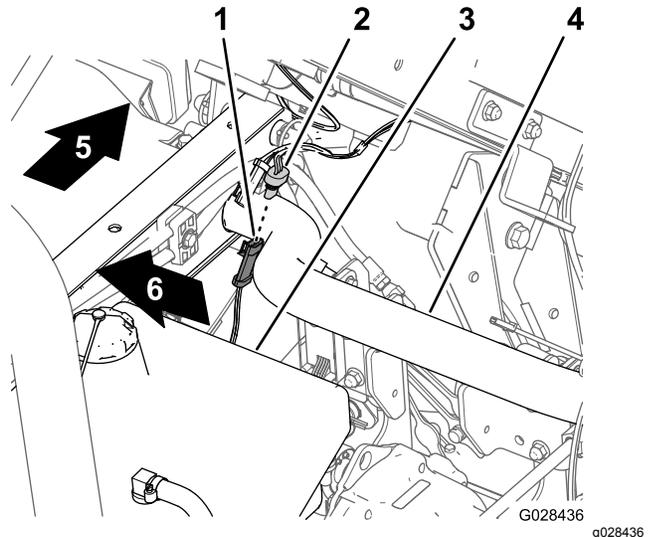

Рисунок 17
1. На жгуте проводов опрыскивателя найдите 3-гнездовой разъем для контура датчика скорости (Рисунок 17).
2. Вставьте 3-штыревой разъем жгута проводов автомобиля, предназначенный для датчика скорости, в 3-гнездовой разъем для жгута проводов опрыскивателя, предназначенный для датчика скорости (Рисунок 17).